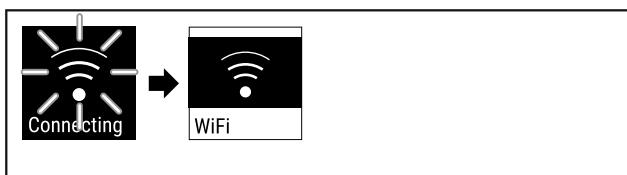

Fig. 76
- Povezava se vzpostavlja (glejte Fig. 76).